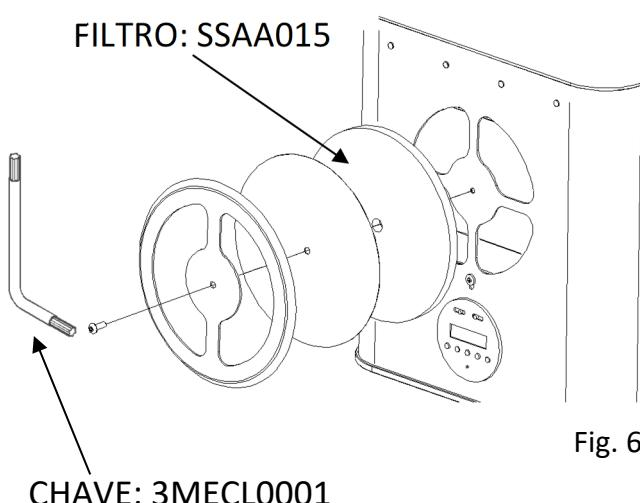

Fig. 6
- 2- Retire a parte frontal do bico onde o filtro está alojado. (Fig.6)
- 4- Substitua a frente do respiradouro na ordem mostrada em Fig.6